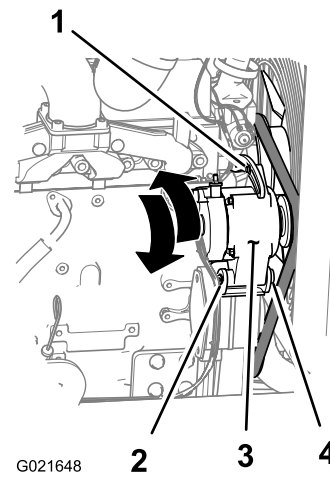

Figura 87
1. Solte o parafuso e a porca no ponto de articulação do alternador (Figura 87).
2. Afrouxe o parafuso de ajuste no alternador (Figura 87).
3. Para aumentar a tensão da correia, afaste o alternador do motor; para reduzir a tensão da correia, aproxime o alternador do motor (Figura 87).
4. Aperte o parafuso de ajuste do alternador (Figura 87).
6. Se a tensão da correia estiver correta, aperte a porca e o parafuso no ponto de articulação do alternador (Figura 87); caso contrário, repita os procedimentos 2 a 5.
2. Solte o parafuso e a porca no ponto de articulação do alternador (Figura 87).
3. Afrouxe o parafuso de ajuste no alternador (Figura 87).
4. Aproxime o alternador do motor para afrouxar a correia o suficiente para removê-la da polia do alternador (Figura 87).